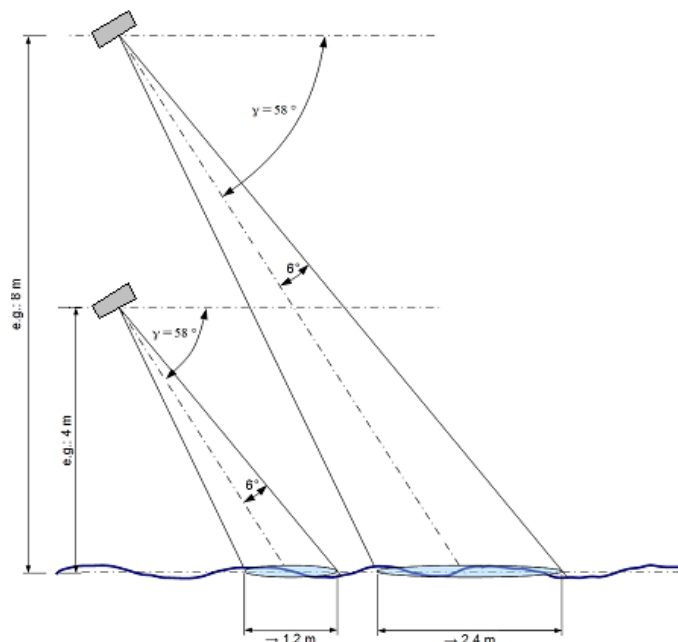

Abbildung 10: Messbereich des Radar-Geschwindigkeitssensors bezogen auf die Einbauhöhe
- Die Größe des vom Radarsensor erfassten Messbereichs (Schallkegel) an der Wasseroberfläche ist abhängig vom Öffnungs- und vom Einbauwinkel (=Neigungswinkel) sowie von der Einbauhöhe (SEE FIG. 10 AS WELL AS TAB. 2 AND TAB. 3).